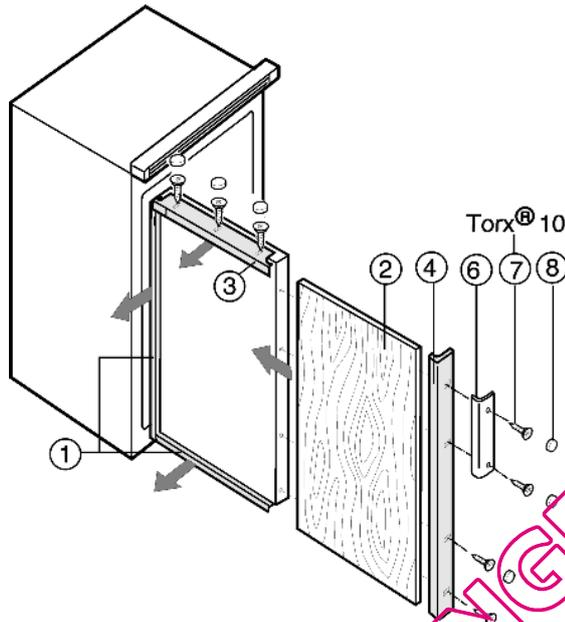

Fig. 11
- Dévisser Fig. 11 (4) les cadres d'habillage côté poignées.
- Desserrer les vis sur les autres cadres d'habillage Fig. 11 (1, 3) et glisser les cadres vers l'avant.
- Insérer le panneau décor Fig. 11 (2).
- Repousser Fig. 11 (1, 3) et revisser les cadres d'habillage.
- Visser le panneau décor Fig. 11 (4) avec la poignée Fig. 11 (5) et les vis Fig. 11 (7).
- Placer les cache-vis Fig. 11 (8) sur toutes les têtes des vis.